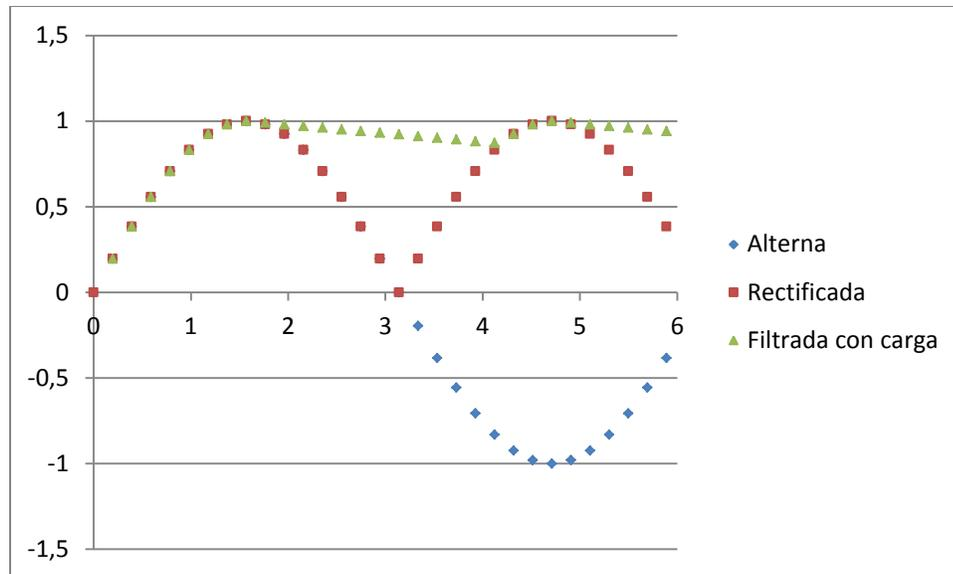

Figura 1: Señal de entrada, rectificada y filtrada con carga en un rectificador tipo puente de diodos
- c) Quedarse con el valor medio de la señal, que ES la tensión continua que quiero, y eliminar las componentes de alterna. Para esto se usa un capacitor, como se introduce en el punto 4.2. Si a esta “fuente de tensión” no le saco corriente, funciona a la perfección. Si el capacitor tiene un valor “infinito” también. Pero como a las fuentes pretendo sacarle corriente, y además los capacitores son finitos y cuanto mas grande su valor son más grandes físicamente y más caros, se van a generar descargas en el capacitor, o lo que es equivalente va a quedar una componente de “ruido” montado sobre la tensión continua. Este ruido se llama “zumbido”, “risado” o en inglés ripple, y se puede estimar si se conoce el valor del capacitor y el de la resistencia de carga (la carga que se le conecta a la fuente). Si la descarga del capacitor es pequeña en relación con el valor de tensión continua (o la constante de tiempo de descarga del capacitor es relativamente grande con respecto a 50 Hz o 100 Hz, dependiendo si estoy usando un rectificador de media onda o de onda completa), se verá como una recta, como se muestra en la Figura 1.
La pregunta sería, ¿Cuánto variará la tensión sobre RL (carga) si le agrego el circuito del recuadro amarillo de la Figura 1 (resistencia R y zener en inversa) comparada con no ponerla?